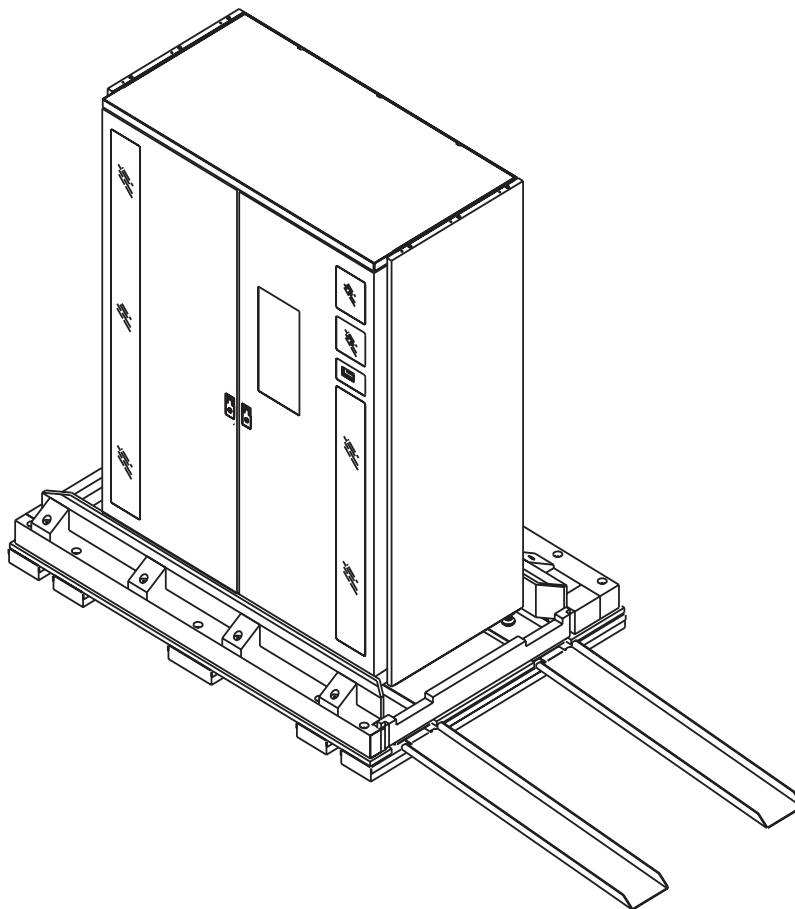

Figura 4-10: Preparazione della rampa
4. Collocare le due estensioni della rampa negli alloggiamenti che si trovano all'estremità del contenitore (vedere la Figura 4-10). La rampa può essere posizionata sia a destra che a sinistra del pallet.